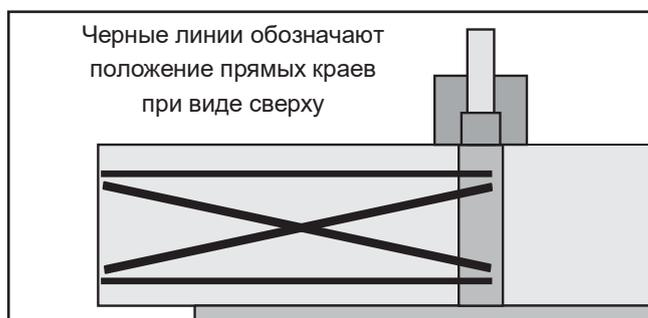

Рисунок 56. Положения прямых кромок для проверки параллельности столов отводящего/подающего.
8. Установите линейку в одно из положений, показанных на рис. 56, и отрегулируйте эксцентриковые втулки под подающим столом так, чтобы линейка лежала ровно на обоих столах.